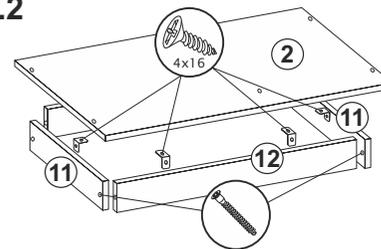

Рис.3
2.1 К боковинам (1) и поперечинам (3) прикрутить направляющие шурупами 3,5x16 (рис.3).
2.2 Соединить стяжки (4) с поперечинами (3) еврошурупами и эксцентриками (рис.3).
2.3 Используя эксцентрики D-20 скрепить стяжки (4) с боковинами (1) (рис.3).
2.4 К собранной части изделия монтировать крыши (2) с помощью эксцентриков (рис.3).
2.5 Замерить диагонали секции (они должны быть равны: +/- 2 мм). Прибить гвоздями 2x20 заднюю стенку, состоящую из ХДФ (8,9) и соединителей ДВП/ХДФ (рис.3).